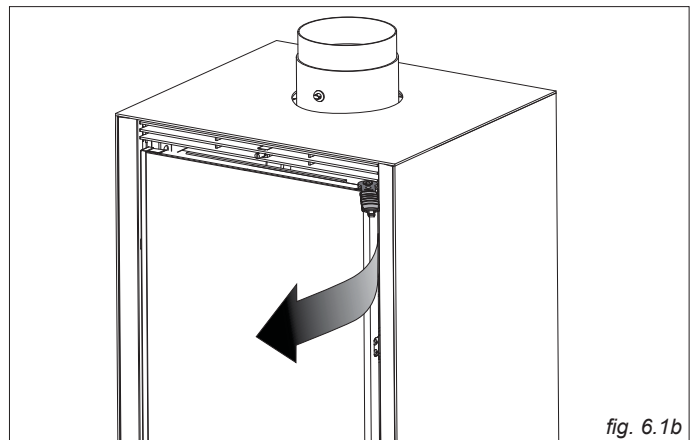

fig. 6.1b
- **IKI UP:** insérer la clé fournie dans le crochet de la partie supérieure de la porte (Fig 6.1b.), Et tirez-le vers vous.